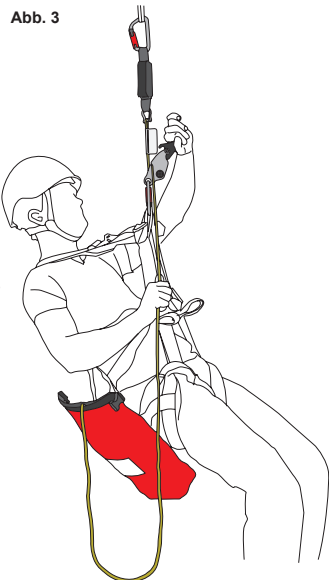

Abb. 3
3. Befestigen Sie das Abseilgerät mit dem Karabinerhaken an einem vorderen Befestigungspunkt des Gurtzeugs Abb. 3 – (unterer EN813-Befestigungspunkt am Gurtzeug wird empfohlen). Sicherstellen, dass beide Karabinerhaken komplett entsperrt sind.